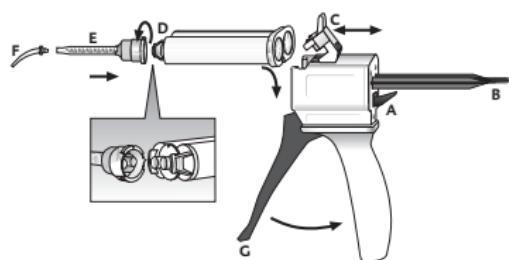

Fig. 1
1. Dźwignię [rys. 1, poz. A] z tyłu dozownika Automix-Dispenser podnieść w górę i całkowicie odciągnąć zasuwkę [rys. 1, poz. B].
2. Plastikową blokadę [rys. 1, poz. C] podnieść w górę. Włożyć wkład i unieruchomić go za pomocą blokady [rys. 1, poz. C].
1. Ściągnąć kapturek wkładu [rys. 1, poz. D] lub zużytą kaniulę mieszającą, obracając ją o 90° w kierunku przeciwnym do ruchu wskazówek zegara, a następnie wyrzucić.
2. Nałożyć nową kaniulę mieszającą [rys. 1, poz. E].
4. Nałożyć końcówkę wewnętrzustną Intraoral-Tip [rys. 1, poz. E].
- ▶ Zmieszać materiał w kaniuli mieszającej, naciskając dźwignię [rys. 1, poz. G] w dozowniku Automix-Dispenser i od razu nanieść go na wybrane miejsce.
2. Odchylić w górę plastikową blokadę [rys. 1, poz. C] i wyjąć wkład.